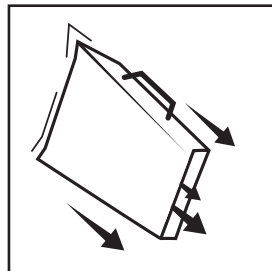

Рис. 27
3. Очистите содержимое травосборника (Рис. 27).